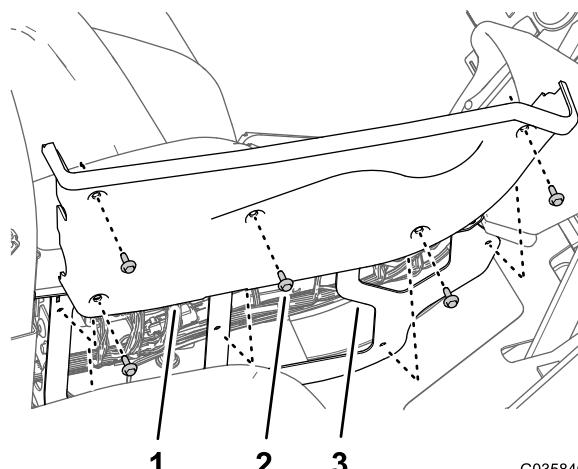

图 39
1. 卸下将右侧盖子固定至中央控制台的 5 个凸缘头螺栓 $\frac{1}{4} \times \frac{3}{4}$ 英寸 图 39。
2. 从中央控制台面板上拆下左、右喷洒臂升降控制装置的摇臂开关 图 39。
6. 将右侧盖子中的孔与中央控制台框架对齐 图 39。
7. 使用您在步骤 1 中拆下的 5 个凸缘头螺栓 $\frac{1}{4} \times \frac{3}{4}$ 英寸将侧盖固定至中央控制台 图 39。